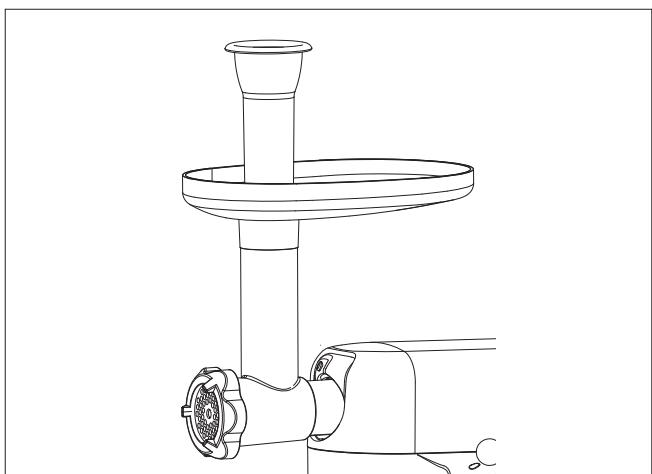

Fig. 18 – Picadora de carne montada con bandeja de llenado y embutidor
3. Coloque la bandeja de llenado desde arriba en el tubo de llenado de la carcasa de la hélice (véase Fig. 18).